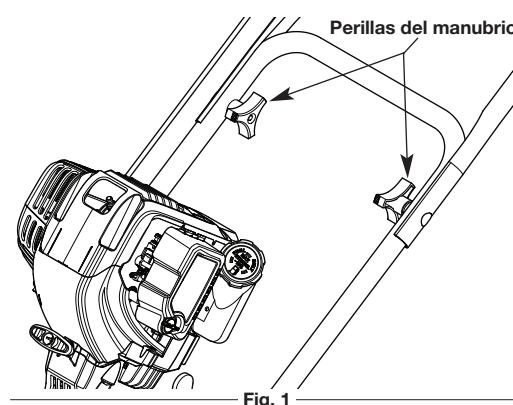

Fig. 1
- Afloje las dos perillas del lado interior del manubrio (Fig. 1).